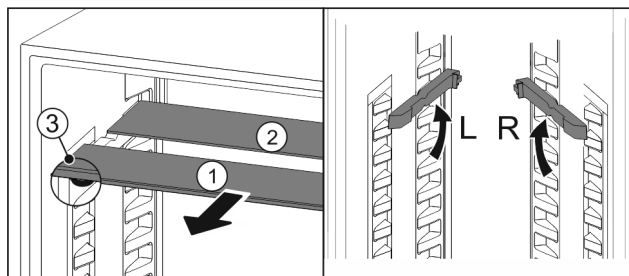

Fig. 19
- ▶ Estrarre i ripiani di vetro singolarmente tirando in avanti Fig. 19 (1).
- ▷ Il piano in vetro Fig. 19 (1) con il motivo ornamentale è nella parte anteriore.
- ▷ I fermi Fig. 19 (3) sono rivolti verso il basso.